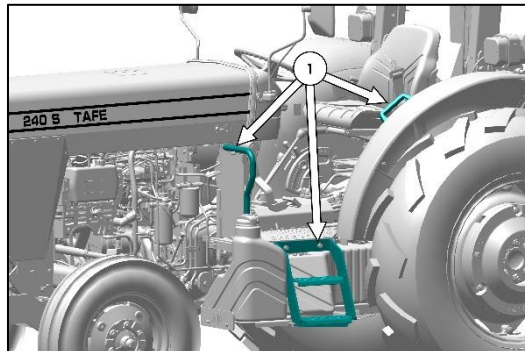
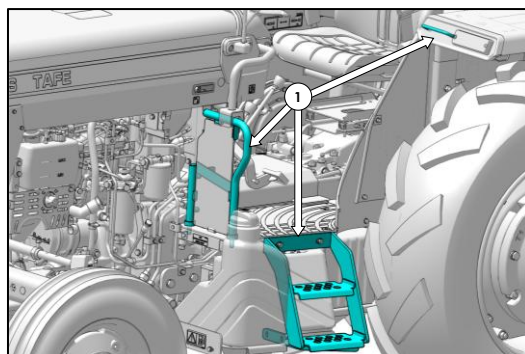

Fig. 41 - OPSTAPPEN OP DE TRACTOR (TAFE 240S ROND SPATBORD) (indien van toepassing)
Fig. 42 - OPSTAPPEN OP DE TRACTOR (TAFE 240S VLAK SPATBORD) (indien van toepassing)
- Gebruik altijd driepuntscontact (item 1 in Fig. 41 en Fig. 42) met de tractor om op en af te stappen.